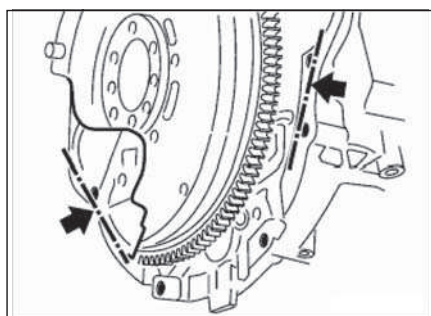

Рис. 4.18. Выравнивание поддона
- Для того, чтобы при последующей установке КПП исключить перетяжку, поддон масляного картера со стороны КПП необходимо выровнять по блок-картеру (стрелки, рис. 4.18).